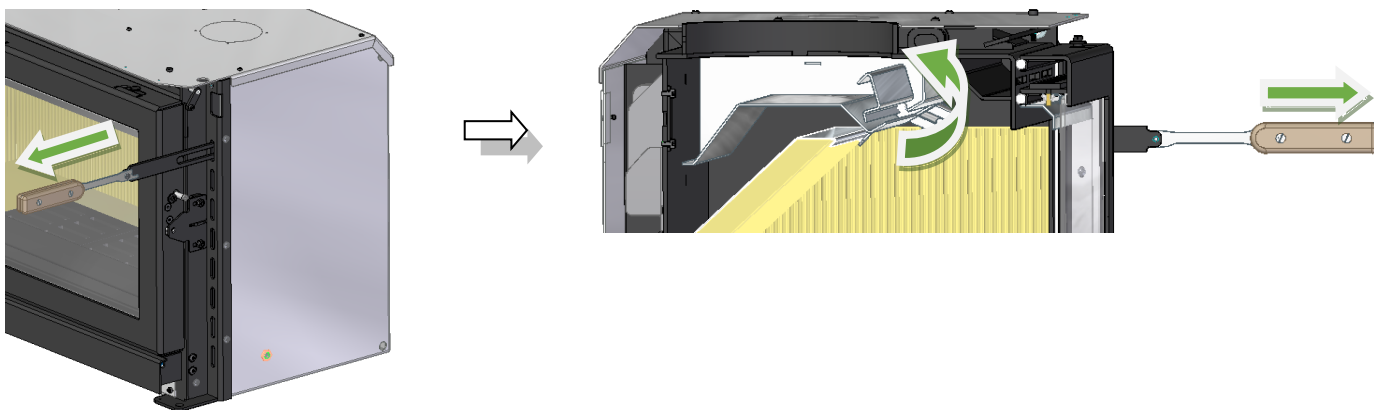
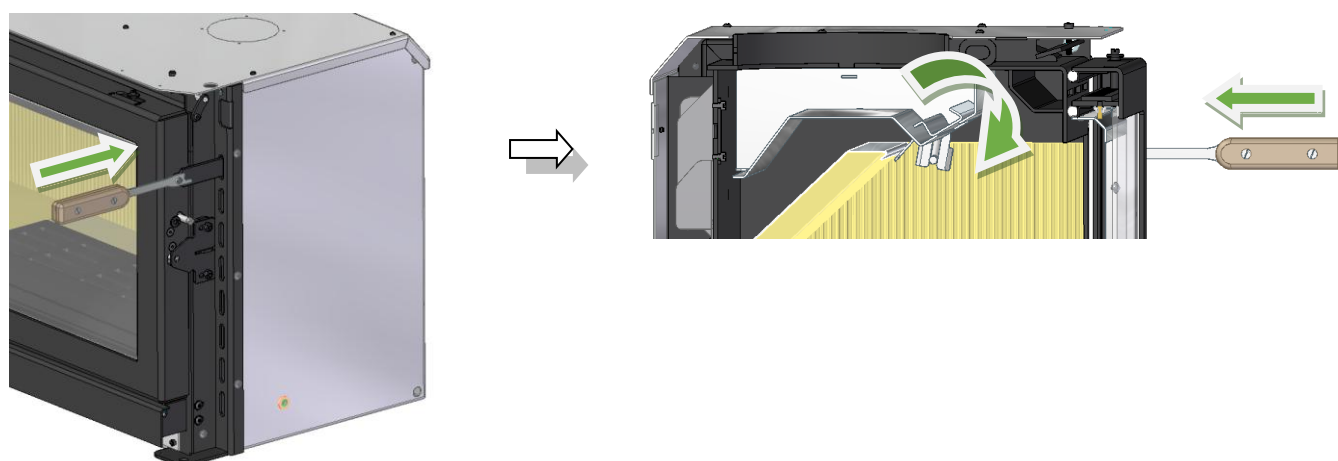

Figure 31 – Sortie d'air chaud secondaire
Figure 32 – Sortie d'air chaud secondaire
Il contrôle le passage/la sortie de la fumée lors de l'ouverture de la porte, c'est-à-dire que lorsque l'appareil est en fonctionnement et que vous voulez le remplir avec plus de bois de chauffage, avant d'ouvrir la porte, tirez la poignée vers vous. Cela permettra un passage plus important et plus facile de la fumée à travers le col de la cheminée, en évitant le refoulement des fumées vers la pièce environnante, Figure 31 et Figure 32.
4. Ouvrez la commande d'admission d'air de combustion primaire, laissez la porte entrouverte pour permettre un allumage plus rapide et ouvrez le volet de fumée, Figure 31 ;